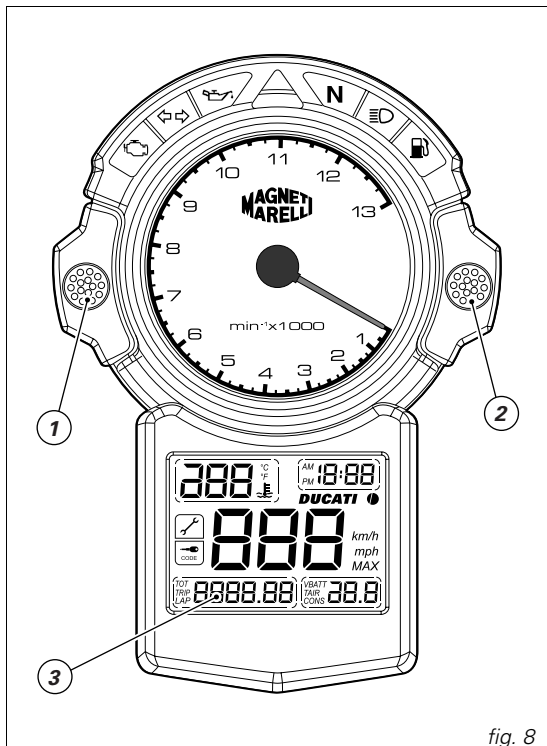

fig. 8
Appuyez sur le bouton (1, fig. 8) pendant 2 secondes au moins.
Sélectionnez AM/PM en appuyant sur le bouton (2, fig. 8). Appuyez sur le bouton (1) pour valider le choix et passer au réglage de l'heure.
Sélectionnez la visualisation TRIP sur l'afficheur (3, fig. 8). Appuyez sur le bouton (2) pendant 2 secondes au moins pour remettre à zéro le totalisateur journalier ou totaliseur partiel, sur l'afficheur.
Le boîtier électronique signale automatiquement au tableau de bord le modèle et l'unité de mesure exacte à afficher ; pour forcer la modification de ces paramètres, tournez la clé de contact de la position OFF dans la position ON et appuyez simultanément sur les boutons (1, fig. 8) et (2, fig. 8).